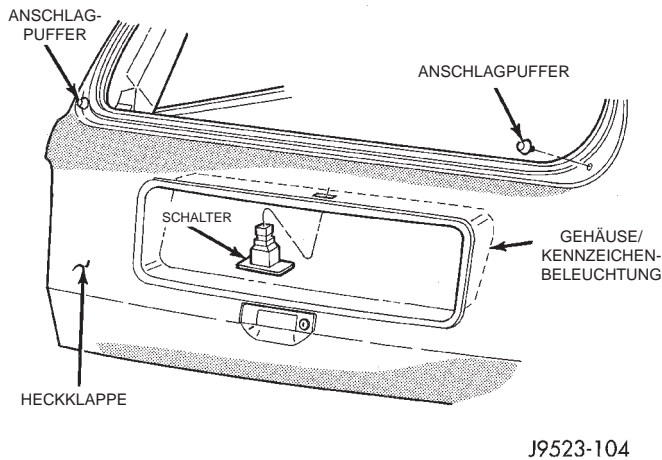

Abb. 68 Schalter ausbauen
- (1) Verkleidung der Heckklappe abbauen.
- (2) Haltemuttern des Gehäuses der Kennzeichenbeleuchtung von der Heckklappe abbauen.
- (3) Haltenasen des Schalters zusammendrücken, bis der Schalter aus dem Gehäuse der Kennzeichenbeleuchtung freikommt.
- (4) Kabelbaum-Steckverbinder abziehen.
- (5) Schalter aus dem Gehäuse nehmen (Abb. 68).